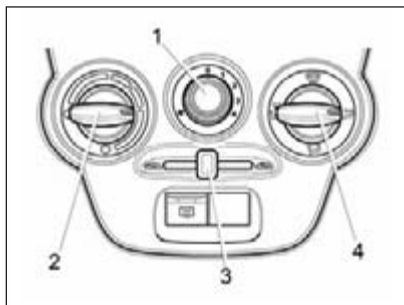
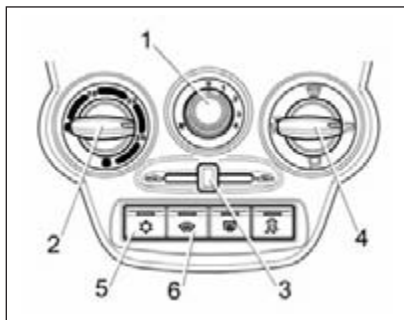

Рис. 37. Блок управления системой вентиляции и отопления
Рис. 39. Блок управления климатической системой (в варианном исполнении)
Отопительно-вентиляционная установка автомобиля предназначена для создания в салоне комфортной температуры воздуха, значение которой регулируется блоком управления системой вентиляции и отопления (рис. 37). Однако она не может обеспечить в салоне температуру ниже, чем имеет наружный воздух.
– **рукоятку 4** (см. рис. 37) установить в зависимости от желаемого направления потока;
– **сопла 1 и 4** (см. рис. 38) отрегулировать по направлению и силе потока (рукояткой переключателя 2, см. рис. 37), в зависимости от желаемого направления и силы потоков;
– **рукоятку 3** (см. рис. 37 и рис. 39) перевести в крайнее левое положение ;
– **рукоятку 4** (см. рис. 37) установить в положение ;
– **рукоятку 2** (см. рис. 37) установить в положение подачи максимально теплого воздуха (красная точка) в холодное время года (максимально холодного воздуха в теплое время года, кроме того, рекомендуется включать кондиционер при наличии);
– **рукоятку 1** (см. рис. 37) поставить на скорость в зависимости от степени запотевания стекол.
При мойке автомобиля нельзя включать вентилятор климатической системы, что соответствует положению «0» рукоятки 1 (см. рис. 37).
- **рукоятку 2** (см. рис. 37) установить в положение подачи максимально теплого воздуха;
- **рукоятку 1** (см. рис. 37)
- **рукоятку 4** (см. рис. 37) установить в желаемое положение направления потоков воздуха;
В варианном исполнении (см. рис. 39) климатическая установка имеет дополнительный режим кондиционирования, обеспечивающий охлаждение воздуха, подаваемого в салон автомобиля.
2. Включите вентилятор, установив **рукоятку 1** (см. рис. 39)
Для установки желаемой температуры воздуха в салоне поверните **рукоятку 2** (см. рис. 39) по часовой стрелке для повышения, против часовой стрелки для понижения. Температура будет поддерживаться автоматически в пределах производительности климатической установки и установленного допуска.
2. Поверните **рукоятку 2** (см. рис. 39) против часовой стрелки в левое положение до упора (синяя точка на блоке управления).
4. **Рукояткой 1** (см. рис. 39) включите максимальную скорость вентилятора климатической установки (положение «4»).
Для включения/выключения ЭОВС нажмите **кнопку 6** (см. рис. 39), при включении загорается индикатор на кнопке выключателя. Контрольный световой индикатор, расположенный на кнопке выключателя, будет светиться желтым светом в течение всего времени работы системы электрообогрева. Система ЭОВС функционирует только при работающем двигателе.